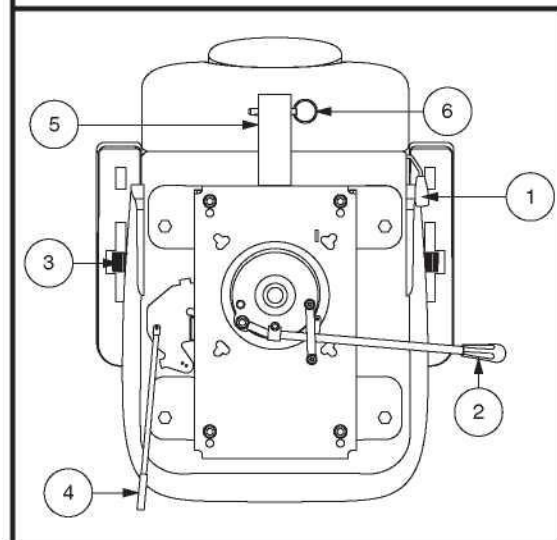

Figure 14. Réglage du siège
Si votre scooter est équipé d'un siège à dossier inclinable, vous pouvez changer l'inclinaison du dossier avec le levier de réglage du dossier. Voir la figure 14.
1. Tirer vers le haut l'avant le levier de rotation du siège afin de dégager le siège. **Voir la figure 14.**
Élevez ou abaissez l'inclinaison des accoudoirs en tournant la roulette de réglage sous l'accoudoir. **Voir la figure 14.**
1. Déplacez le levier coulissant du siège (situé sur le côté inférieur gauche du siège) vers l'extérieur. **Voir la figure 14.**
Le support d'accessoire monté à l'arrière vous permet d'attacher un accessoire personnel comme un panier, support pour marchette ou réservoir d'oxygène à l'arrière de votre scooter. Utiliser la goupille de verrouillage afin de bien fixer votre article au support d'accessoire. **Voir la figure 14.** Consultez votre détaillant autorisé pour plus de détails.